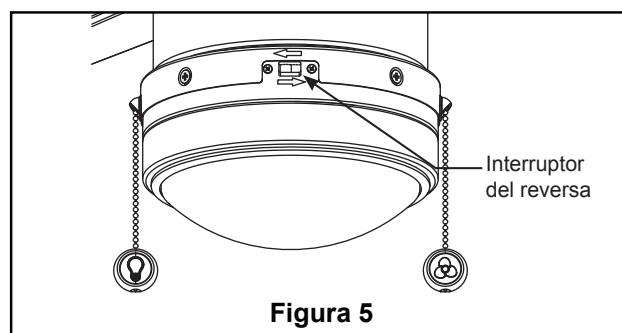

Figura 5
5. Asegure el vidrio en la unidad del cubierta de interruptor/kit de luz girándolo en el sentido de las agujas del reloj. Gire el vidrio gradualmente hasta que encaje en la unidad del cubierta de interruptor/kit de luz. Sin apretar demasiado. (Figura 5)
5. Si desea que el flujo de aire se desplace en la dirección opuesta, apague el ventilador y espere a que las aspas se detengan. Luego deslice el conmutador inversor a la posición contraria y vuelva a encender el ventilador. (Figura 5)